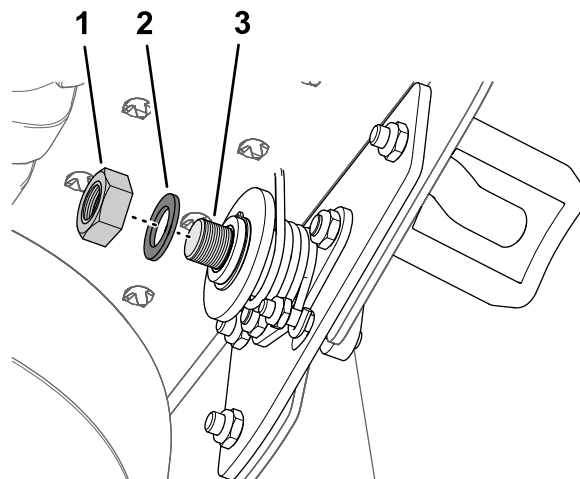

図 15
14. ロッキングペダルをフットレストおよびブッシュプレートに固定する。平ワッシャ $\frac{5}{8}$ x 1"とロックナット $\frac{5}{8}$ "を使用 図 15を参照。